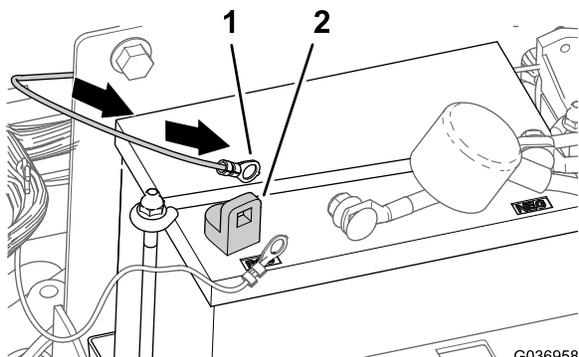

Figura 10
2. Posate il ramo del cablaggio con il morsetto ad anello sul polo positivo della batteria (Figura 10).